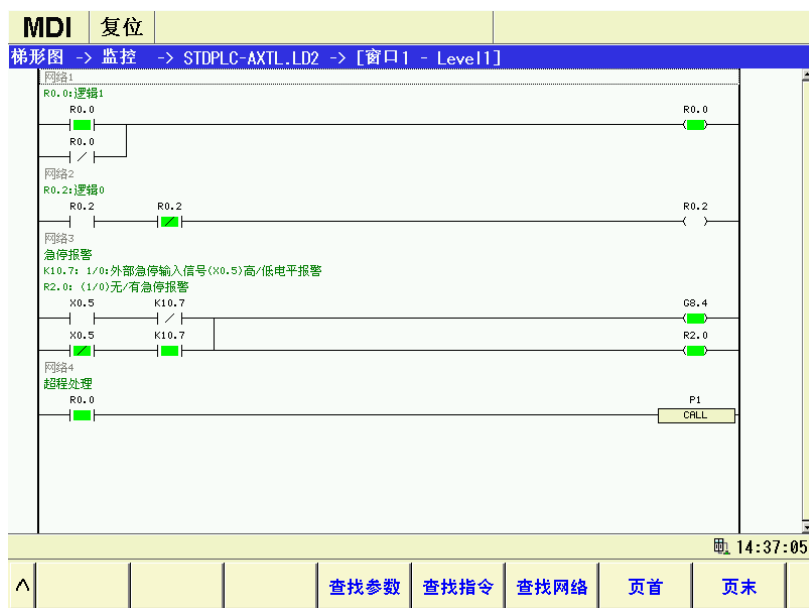

图 5-6
- ① 选择需要查找指令、参数、网络等的子程序块窗口，让其对应的程序块梯形图在窗口中显示，然后进行指令、参数、网络等的查找。
- ② 按 **查找** 软键进入查找页面，如图 5-6 所示：